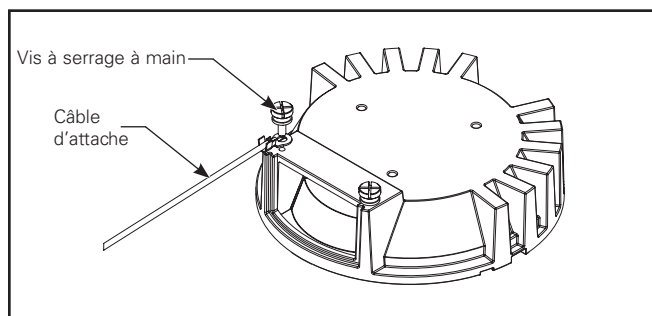

Figure 9.
5. Pour les modèles de cylindres HCC4 et HCC6, trouvez le câble d'attache vert à l'intérieur du cylindre et fixez-le au bloc de fixation du dissipateur thermique en utilisant la vis de serrage à main fournie du dissipateur thermique (Figure 9).